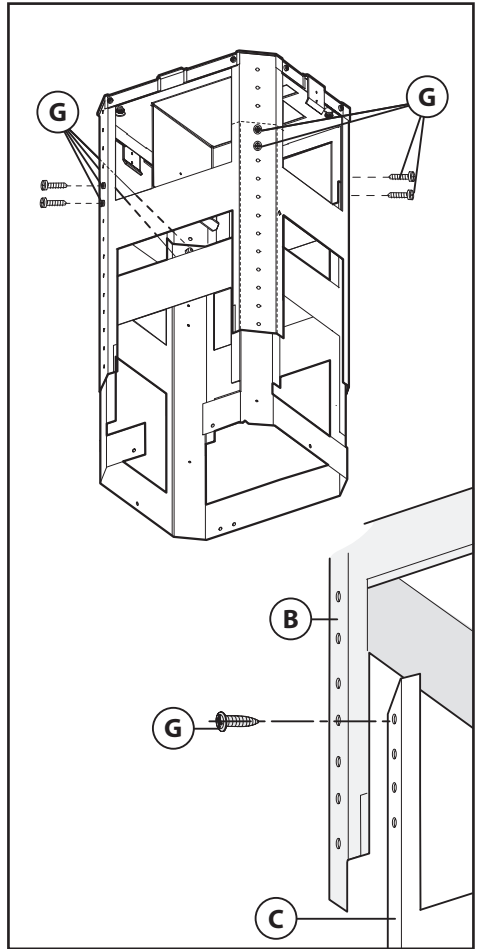

Fig.7
- Indstil den ønskede højde og spænd fast ved hjælp af de 8 medfølgende skruer **G** (Fig.7).